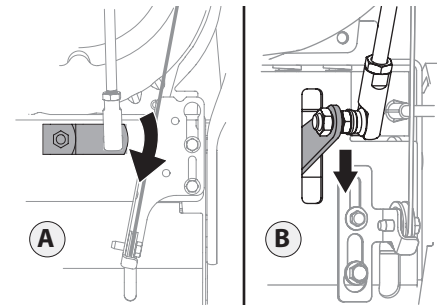

Figura 2-37
9. Asegúrese de que la palanca de cambios que está en la parte posterior de la transmisión esté girada hacia abajo al máximo. Consulte la Figura 2-37, Detalle "A" para los modelos sin transmisión hidrostática o el Detalle "B" para los modelos con transmisión hidrostática.